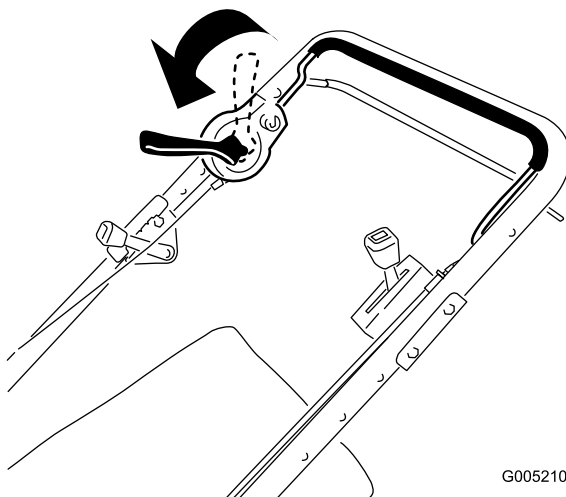

Bild 13
2. Schieben Sie den Messerschalthebel ganz nach vorne, bis das Messer eingekuppelt ist (Bild 13).